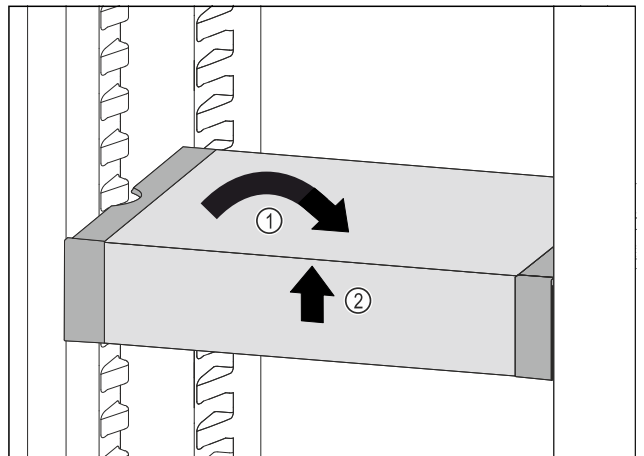

Fig. 49
- ▶ Изправете VarioSafe. Fig. 49 (1)
- ▶ Повдигнете VarioSafe отпред. Fig. 49 (2)